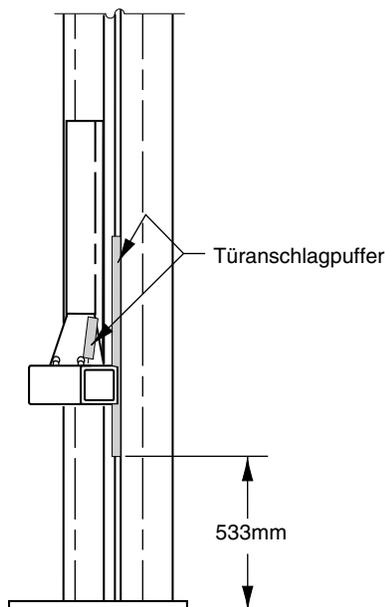

Abb. 32
- 1) Die Puffer an Säulenkante und Schlitten drücken, Abb. 32.
**Hinweis:** Abhängig vom verwendeten Fahrzeugtyp müssen die Türanschlagpuffer möglicherweise an verschiedenen Stellen angebracht werden. Abb. 32 zeigt die empfehlenswerteste Stelle.